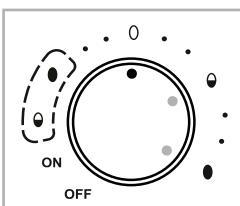

Fig. 4
- Se le uova sono più grandi della media (taglia XL), selezionare il **simbolo dell'uovo** del campo in questione (fig. 4):
- La spia di controllo **⑧** si accende e il processo di cottura ha inizio.
- Non appena le uova hanno raggiunto il grado di durezza desiderato, viene emesso un segnale acustico. Per spegnere l'apparecchio, portare la manopola **⑦** in posizione "**OFF**". La spia di controllo **⑧** si spegne.
- Rimuovere con cautela il coperchio **②** e il cestello di cottura **④** dal vassoio di cottura **⑤** tenendolo dal manico **③**.